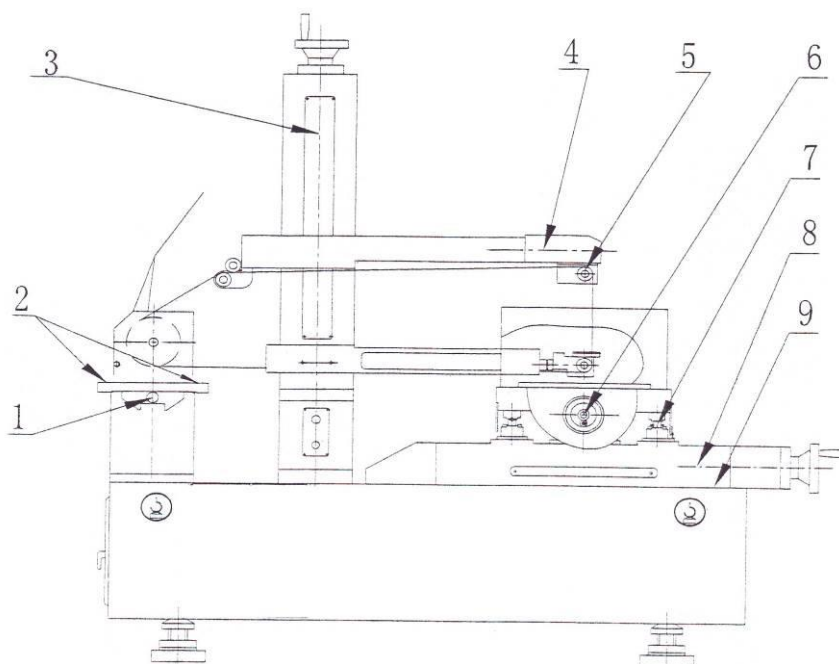

Рис.3. Точки смазки станка
5.1. Точки смазки станка (см. рис. 3)